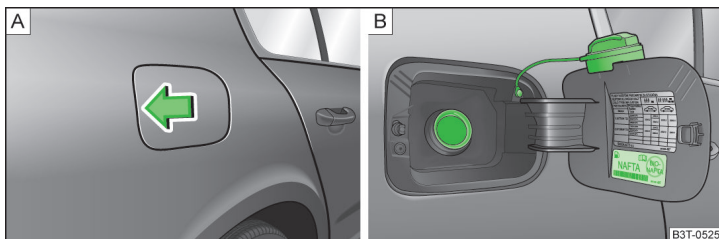

Abb. 162 Tankklappe öffnen / Tankverschluss
Auf der Innenseite der Tankklappe ist der für Ihr Fahrzeug vorgeschriebene Kraftstoff angegeben » Abb. 162 auf Seite 190 - ☐.
- Auf die Tankklappe in Pfeilrichtung drücken » Abb. 162 - A.
- Den Tankverschluss entgegen dem Uhrzeigersinn herausdrehen und von oben auf die Tankklappe stecken » Abb. 162 - B.